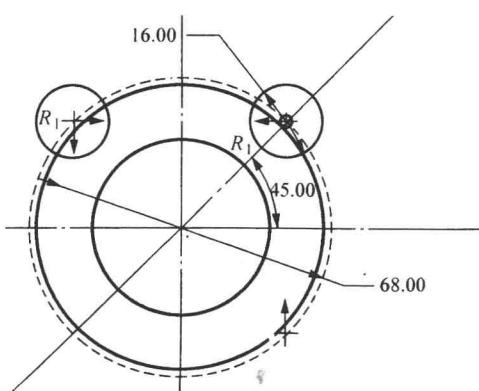
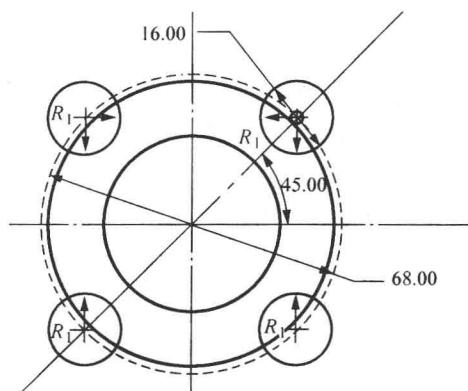

图 1.1-27 镜像一个圆
图 1.1-28 镜像两个圆
(5) 单击选择直径为 16 的圆 (红色) 后, 单击 镜像 按钮, 按消息栏提示: 选择中心线 2 为镜像中心线, 直径为 16 的圆镜像到第二象限, 如图 1.1-27 所示。同理, 完成第三、第四象限的圆, 如图 1.1-28 所示。单击 确定 按钮, 完成草绘。